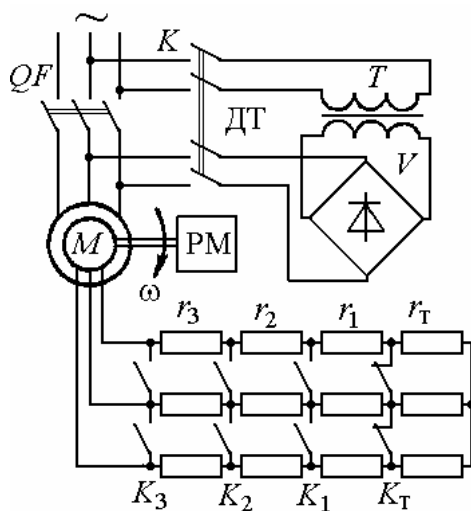
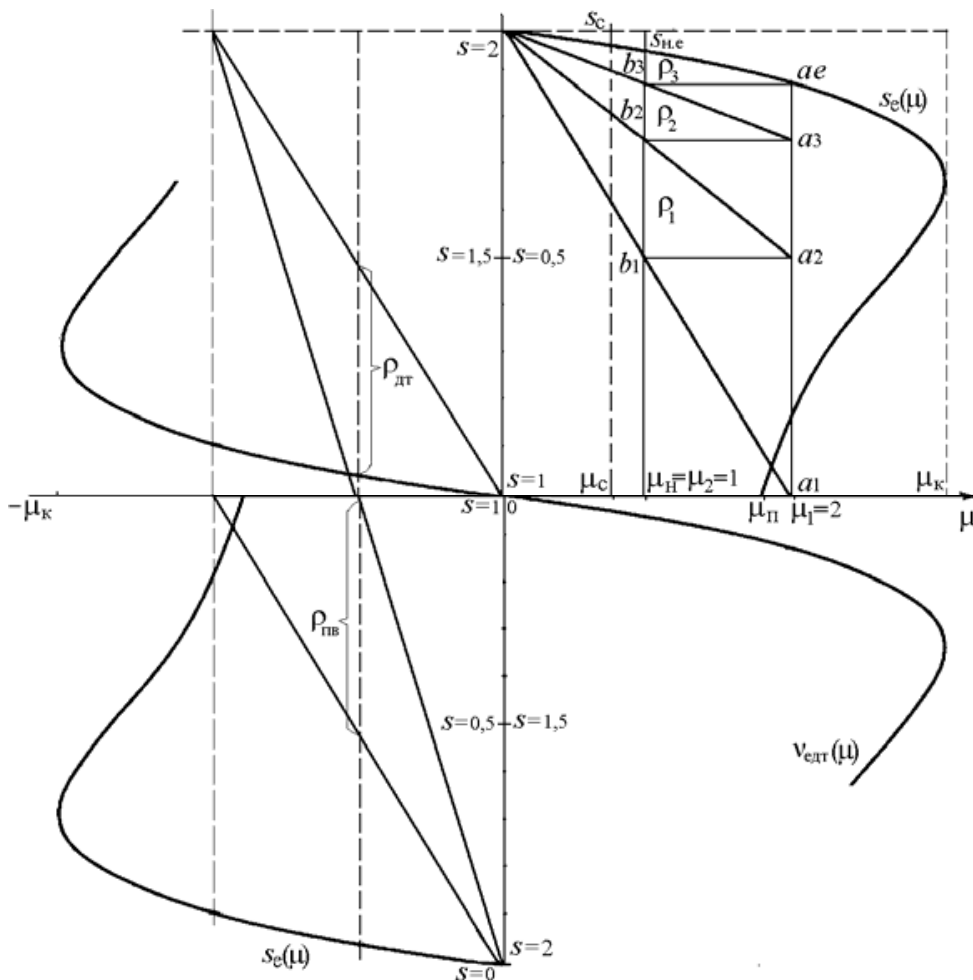

Рис.13. Схема реостатно-релейного пуска и торможения АДФР
Рис.14. Механические пусковые и тормозные характеристики АДФР
Задача 22. Для привода с асинхронным двигателем с фазным ротором и реостатно-релейным управлением (рис.13) построить статические характеристики реостатного пуска и рассчитать ступени пускового реостата (рис.14). Номинальные данные асинхронного двигателя привода: $P_H = 22$ кВт; $U_{1H} = 380$ В; $I_{1H} = 50$ А; $s_H = 0,06251$;
Задача 23. Определить вид переходных процессов и построить характеристики изменения момента и скорости двигателя при реостатно-релейном пуске привода с асинхронным двигателем при постоянном моменте нагрузки ($\mu_1 = \text{const}$). Двигатель имеет данные $P_n = 22 \text{ кВт}$; $\omega_0 = 104,5 \text{ рад/с}$; $s_n = 0,0625$; $J_{\delta} = 0,5 \text{ кгм}^2$. Приведенные параметры механизма: $M_c = 0,5M_n$, $J_{пр} = 0,5 \text{ кгм}^2$. Привод пускается в три ступени при $\mu_1 = 2$ и $\mu_2 = 1$ (см. задачу 22). Механические характеристики и характеристики пуска приведены на рис.14, 15.
Задача 24. Для схемы асинхронного привода с реостатным управлением по рис.13 определить величину сопротивления ступени тормозного противовключения $r_T = r_{пв}$ при максимальном значении тормозного момента $\mu_{T1} = 2$ и $s_{T1} \approx 2$. Номинальные данные двигателя привода приведены в задаче 22.
2. По графику пусковых характеристик $m = 3$, $\mu_1 = 2$, $\mu_2 = 1$ и сопротивление противовключения $r_T = r_{пв}$ (см. рис.14).
Задача 25. Для схемы асинхронного привода с реостатным управлением (см. рис.13) определить величину напряжения постоянного тока, подаваемого взамен переменного в статор двигателя, и величину сопротивления динамического торможения r_{dT1} для $\mu_{dT1} = 1$ при $v_{dT1} = 0,9375$. Соединение обмоток статора - звезда. Номинальные данные двигателя привода приведены в задаче 22. Для расчета напряжения питания двигателя постоянным током принять омическое сопротивление фазы статора двигателя $r_{1\phi} = 0,24$ Ом.